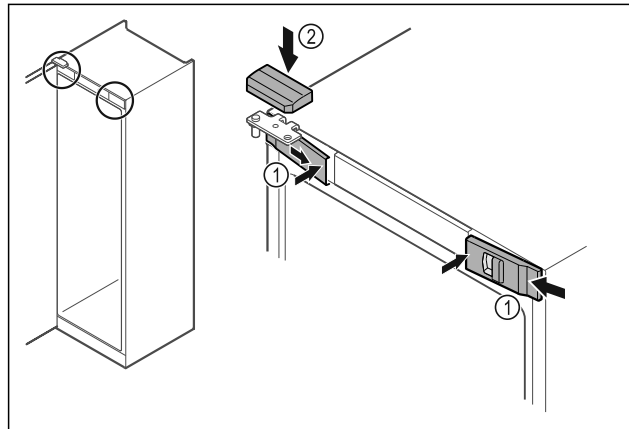

Fig. 55
- Zaháknite predné kryty Fig. 55 (1) naboku a zaistite ich vnútri.
- Zaistite horný kryt Fig. 55 (2) zhora.